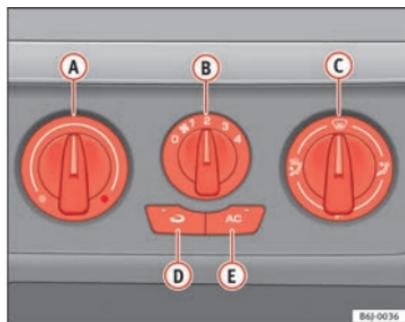

Fig. 93 Sur la planche de bord : éléments de commande du climatiseur
- Les régulateurs ⇒ fig. 93 **A** et **C** et la commande **B** permettent de régler la température, la distribution de l'air et la vitesse de la turbine.